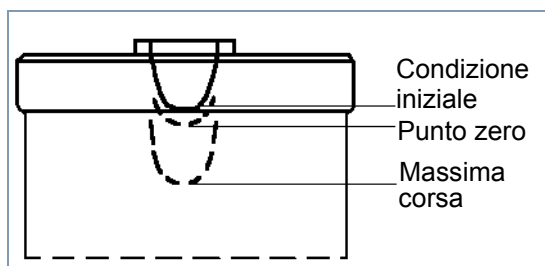

Fig. 4 Punto zero
- Rilevare il punto zero (punto di pressione) per mezzo di una lenta compressione del gambo (vedere fig. 4).